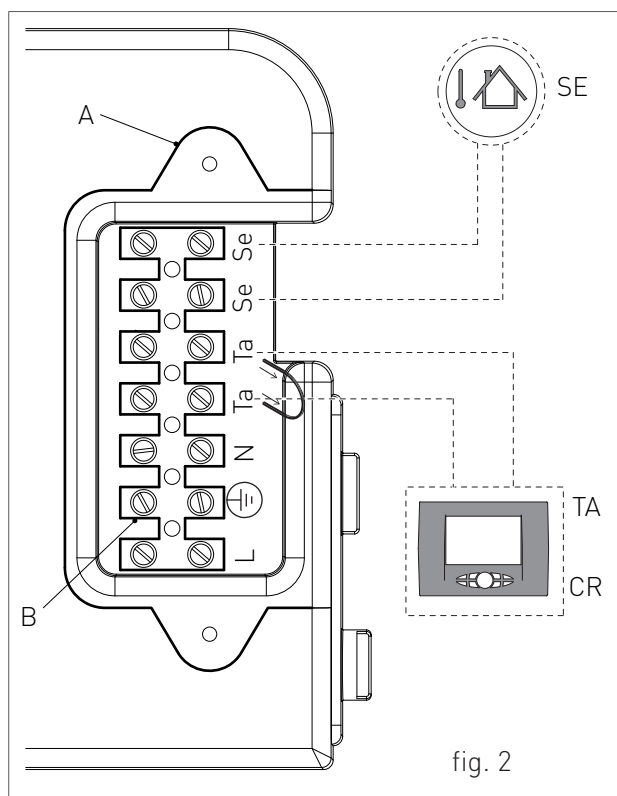

fig. 2
- › rimuovere il mantello frontale della caldaia (vedi capitolo ACCESSO ALLA CALDAIA); svitare le due viti e rimuovere il piastrino "A" (vedi fig. 2).
- › Una volta rimosso il piastrino effettuare i seguenti collegamenti sulla morsetteria "B" (vedi fig. 2):